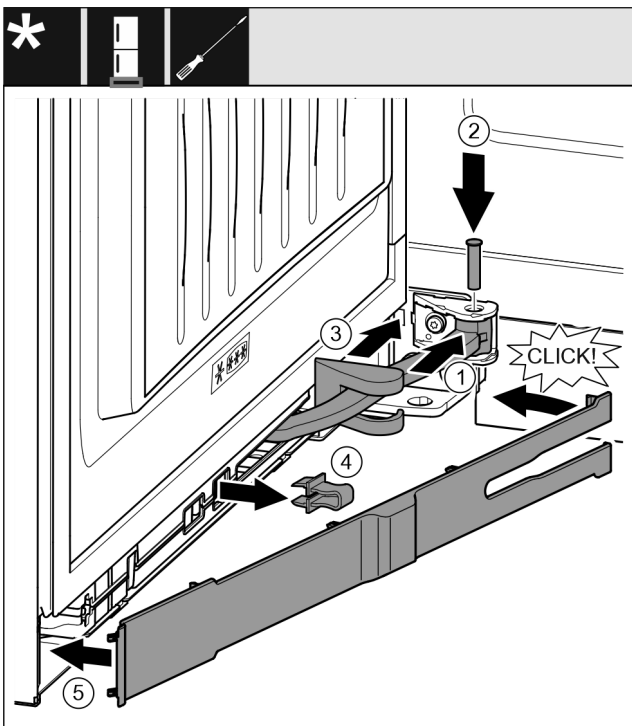

Fig. 47
- ▶ Scharnier in de ophanging draaien. Fig. 47 (1)
- ▶ Bout met een schroevendraaier T15 in ophanging en scharnier plaatsen. Opletten dat hierbij de vergrendelknok correct in de groef zit. Fig. 47 (2)
- ▶ Afdekking van de lagerbus langs het scharnier schuiven en over de ophanging monteren. Fig. 47 (3)
- ▶ Borging verwijderen. Fig. 47 (4)
- ▶ Paneel aan de kant van de greep aanbrengen en naar binnen draaien. Fig. 47 (5)